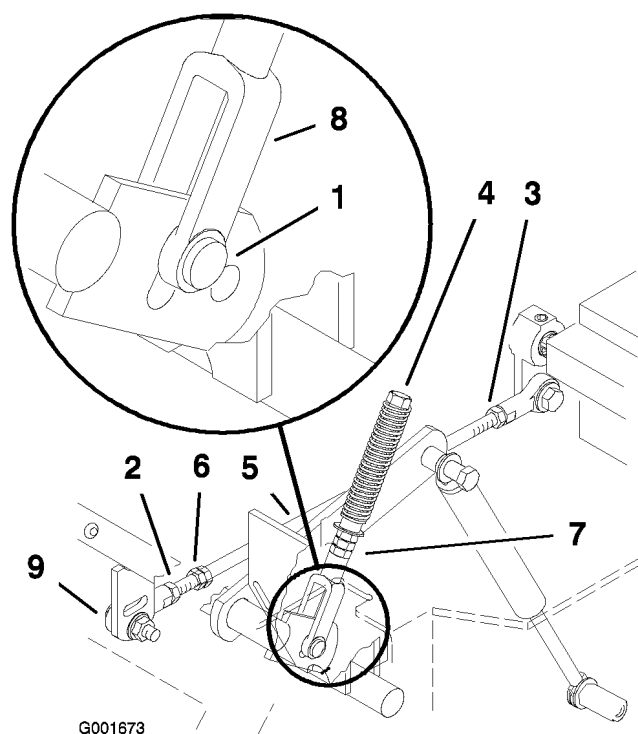

Figure 50
6. Tirez-le ensuite en arrière jusqu'à ce que l'axe de chape (situé sur le bras au-dessous de l'axe de pivot) touche l'extrémité de la fente (c.-à-d. commence juste à appuyer sur le ressort) (Figure 50).
8. Si un réglage s'impose, desserrez l'écrou et l'écrou de blocage vissés contre la chape (Figure 50).
10. Serrez l'écrou et l'écrou de blocage (Figure 50).